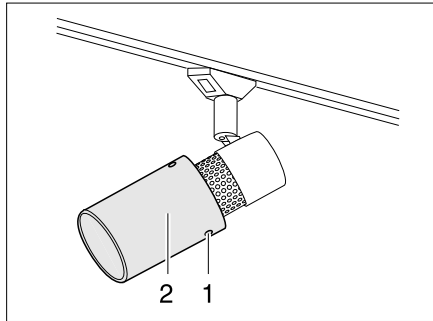

Bild 171 Halogenspotleuchte (verschiebbar)
- Befestigungsschrauben (Bild 171,1) lösen.
- Lampenkelch (Bild 171,2) vorsichtig von der Halterung abziehen.